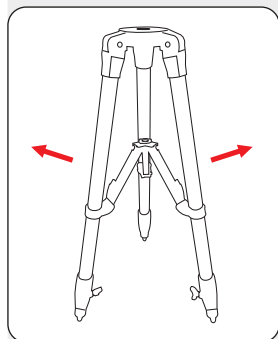

Fig. 4: Aprire le gambe del treppiede
1. Afferrare le tre parti superiori delle gambe del treppiede (3) ed estrarle completamente verso l'esterno (Fig. 4).